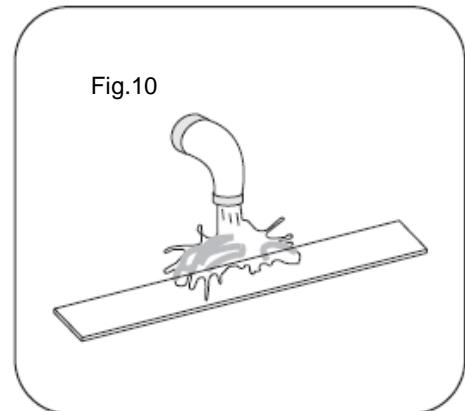

Fig.10
- 3) Enlevez l'écran de filtre à air conditionné et rincez-le avec de l'eau (Fig.10)
- 3) Remove the air conditioning filter screen and rinse it with water (Fig.10)
- 3) Retire la malla del filtro del aire acondicionado y enjuáguela con agua (Fig.10)
- 3) Nehmen Sie den Klimaanlagenfilterschirm ab und spülen Sie ihn mit Wasser ab (Abb.10).
- 3) Rimuovere lo schermo del filtro dell'aria condizionata e sciacquarlo con acqua (Fig.10)